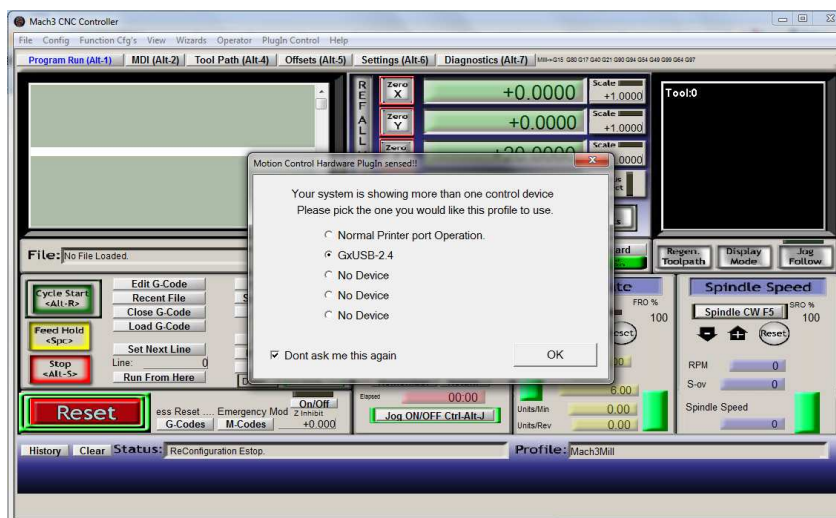

Figura 7
2. Inicie o MACH3, deverá aparecer a caixa diálogo para a seleção do *plugin* (Figura 7):